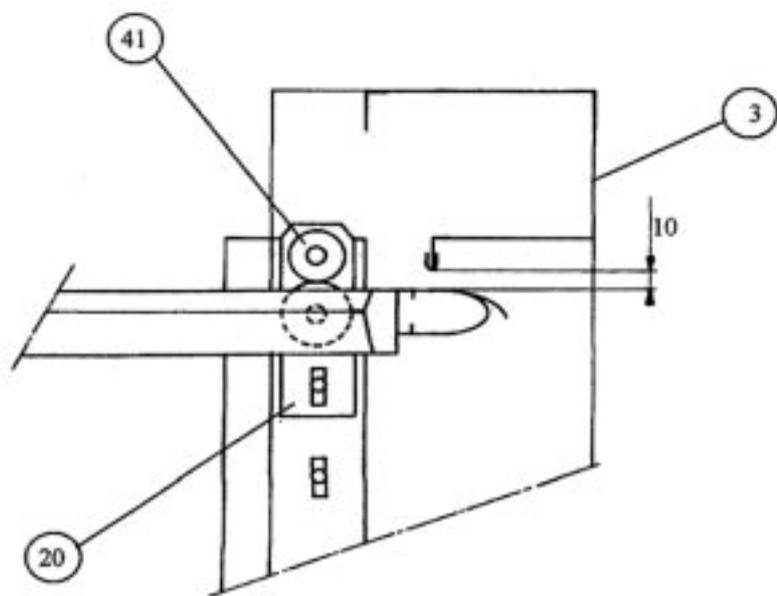

Figure 18
34 - REGLER la butée haute (41) en agissant sur le boulon (20) de fixation de la pièce de façon à avoir un jeu de 10 mm entre la barre palpeuse et le joint de la traverse haute (3). (Figure 18)